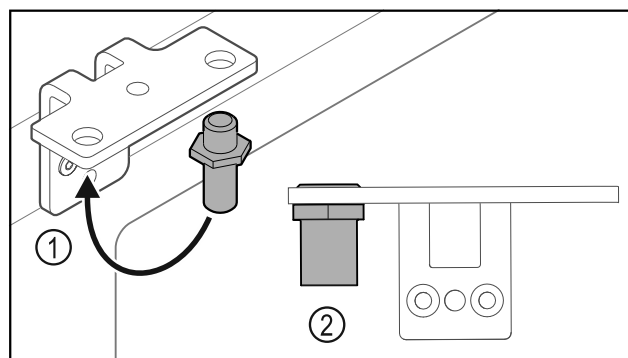

Fig. 13
► Helyezze át a csuklópántban a csapszeget Fig. 13 (1).
► Húzza meg a csapszeget Fig. 13 (2) **12 Nm-es forgatónyomatékkal**.